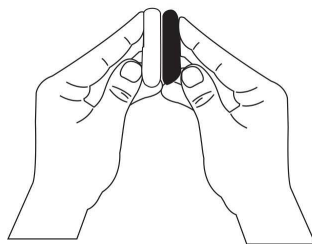

Fig. 15
1. Posizionare il telecomando il più vicino possibile al telecomando originale (fig. 15)